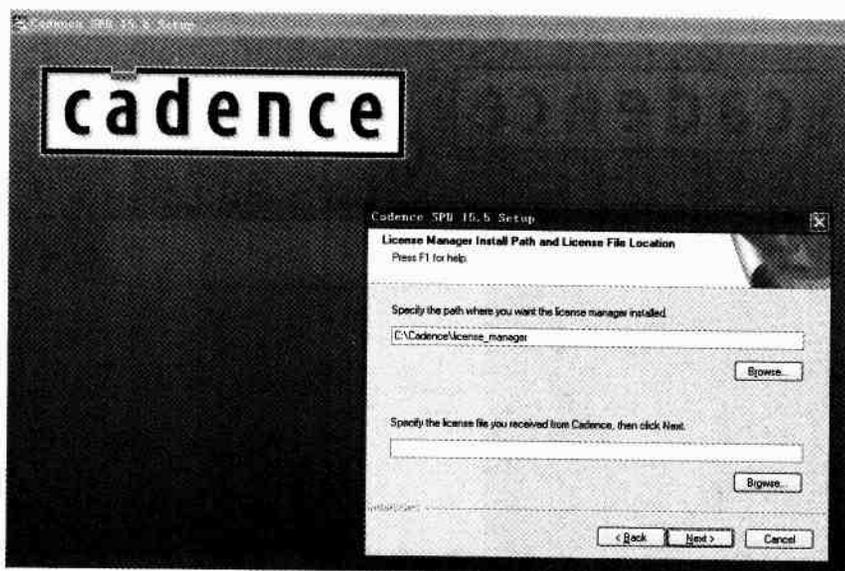
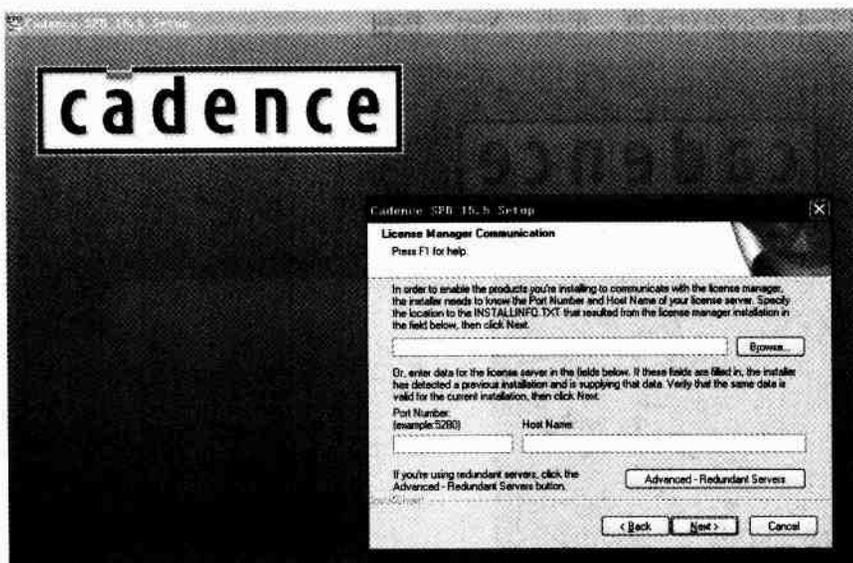

图 1-4 安装协议路径设置
图 1-5 安装协议设置
5) 在如图 1-4 所示的对话框中，单击 “Next” 按钮，出现如图 1-5 所示的对话框。
返回到如图 1-4 所示的对话框，单击“Next”按钮。
2) 出现如图 1-5 所示的对话框后，在指向安装有 License 文件的路径下，单击“Next”按钮。